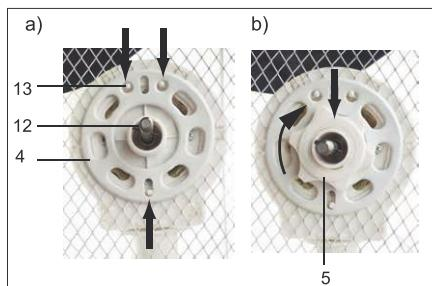

Fig.74: Montering af det bagerste beskyttelsesgitter
4. Sæt det bagerste beskyttelsesgitter (4) på akslen (12) og motorblokvens centreringsstift (13). Se fig. 74 a).
5. Sæt sekskantmøtrikken (5) på akslen foran det bagerste beskyttelsesgitter, og stram den i urets retning. Se fig. 74 b).